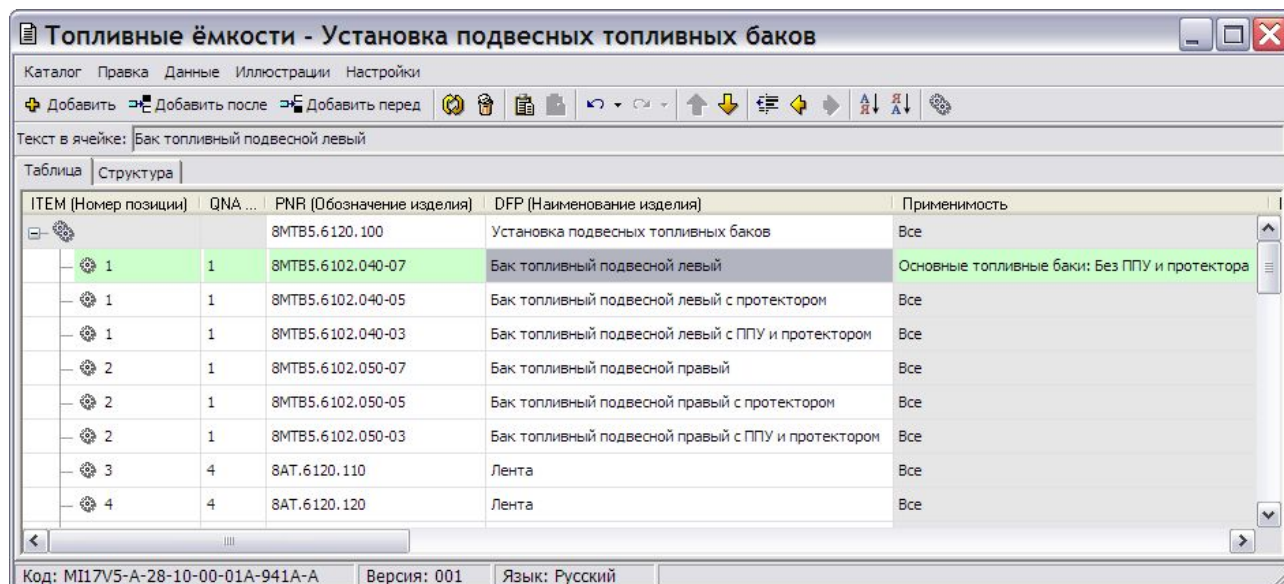

Рис. 10.32
10. Выделите созданную применимость «Основные топливные баки: без ППУ и протектора» и нажмите на кнопку **Выбрать применимость**. После этого произойдет переход в редактор электронного каталога. Строка с указанной применимостью будет окрашена. В столбце «Применимость» отображена созданная применимость (Рис. 10.32).